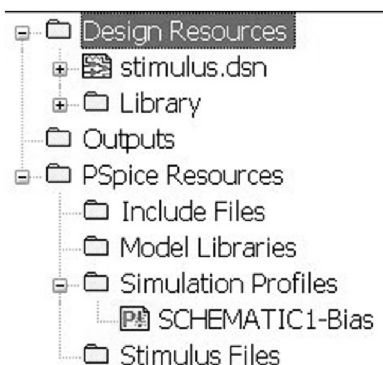

图 6.16 项目管理器中的偏置点仿真文件
2. 如图 6.16 所示，在项目管理器中，通过选择 **PSpice Resources > Simulation Profiles** 对项目文件进行展开，然后删除 SCHEMATIC1 - Bias 文件。